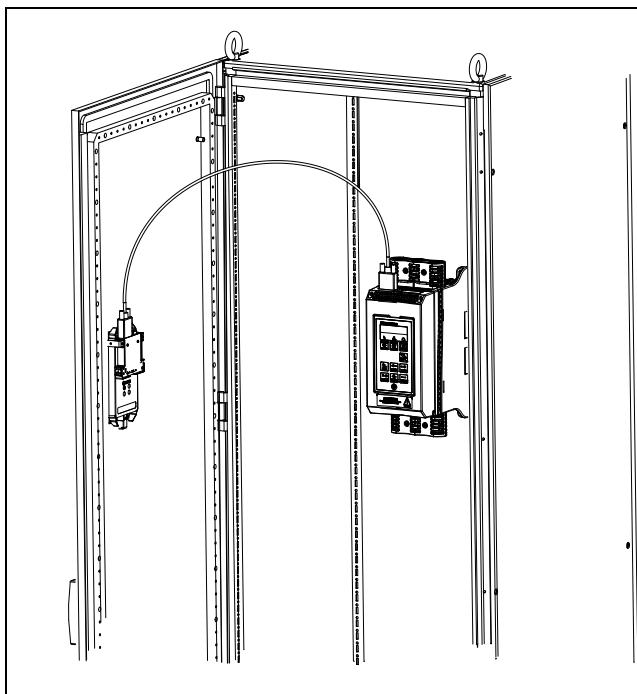
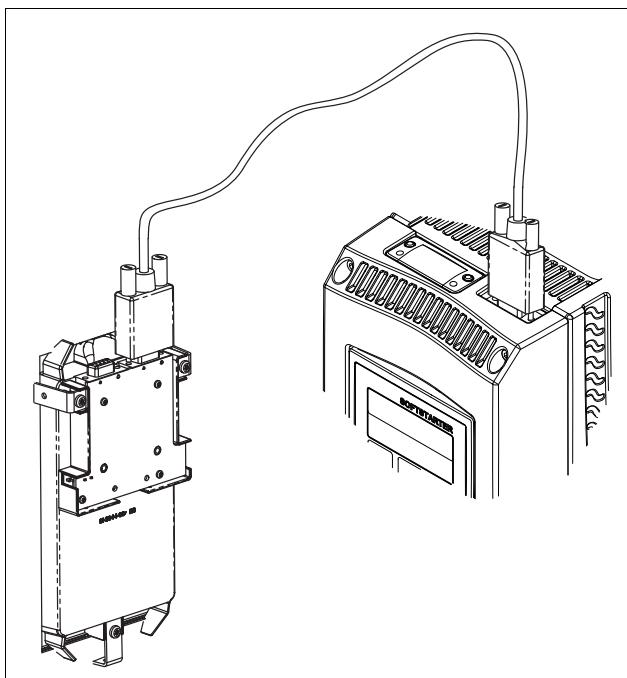

Fig. 2 External control panel mounted in a cabinet door
Fig. 4 RS232 cable connected between Emotron TSA and the external control panel.
4. Connect the RS232 cable, between RS232 connector in the top of the softstarter and the back plane of the mounting frame in the cabinet door according to Fig. 2 and Fig. 4.
4. Anslut RS232 kabeln mellan RS232 kontakten på mjukstartarens ovansida och baksidan av monteringsramen i skåpsdörren enligt Fig. 2, sidan 4 och Fig. 4, sidan 6.
4. Schließen Sie das RS232-Kabel zwischen dem RS232-Anschluss oben im Softstarter und der Rückseite der Bedieneinheit in der Schaltschrantür entsprechend an Fig. 2, Seite 4 und Fig. 4, Seite 6 an.
4. Sluit de RS232-kabel aan tussen de RS232-connector in de bovenzijde van de Softstarter en de achterzijde van het bedienpaneel op de kastdeur, zie Fig. 2, pagina 4 en Fig. 4, pagina 6.
4. Conecte el cable RS232 entre el conector RS232 de la parte superior del arrancador progresivo y el reverso del panel de control en la puerta del armario según la Fig. 2, página 4 y Fig. 4, página 6.
4. Connecter le câble RS232 entre le connecteur RS232 en haut du démarreur progressif et l'arrière du panneau de commande dans la porte de l'armoire, conformément à la Fig. 2, page 4 et Fig. 4, page 6.
4. Collegare il cavo RS232 tra il connettore RS232 nella parte superiore del soft starter e il lato posteriore del pannello di controllo nel portello del cabinet, come illustrato in Fig. 2, pagina 4 e Fig. 4, pagina 6.